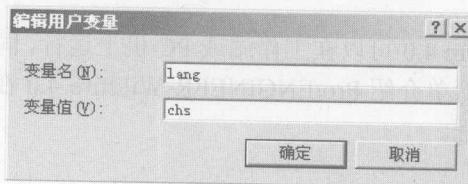

图 1-4 【编辑用户变量】对话框
- (4) 在【系统变量】选项组中单击【新建】按钮打开【编辑用户变量】对话框，在其中新建变量名为 lang，新建变量值为 chs，如图 1-4 所示。